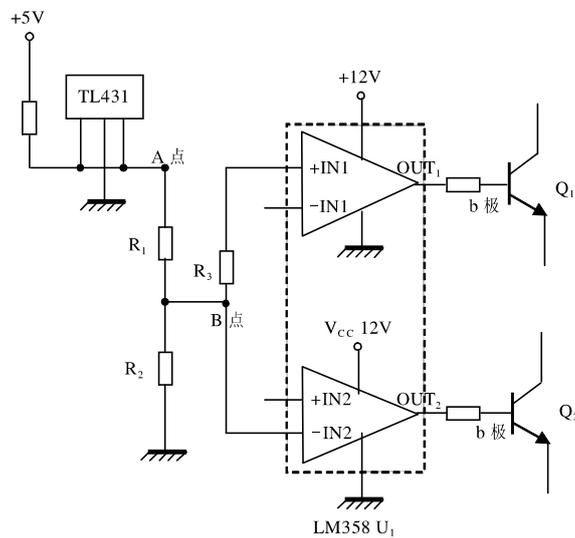

图 8-54 LM358 取样电压电路原理图
1.25V 上拉供电电路中 LM358 取样电压电路原理图如图 8-54 所示。